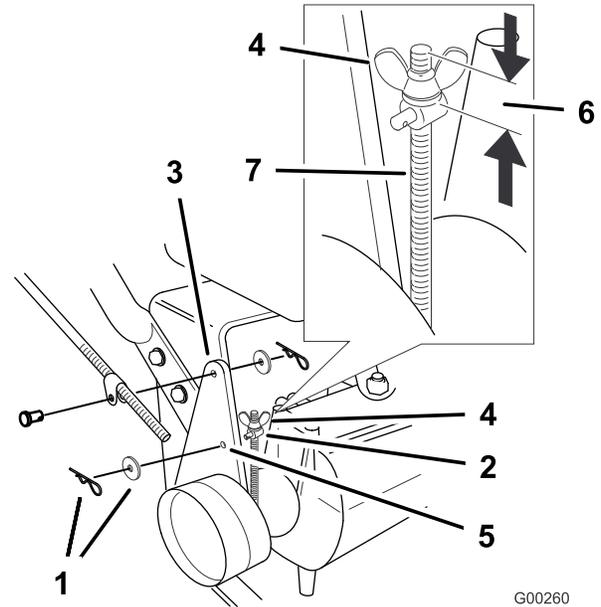

Figura 41
Nota: Per la messa a punto iniziale, regolate l'altezza del dado ad alette in modo tale che la distanza dalla sua base alla sommità dell'asta filettata sia di 32 mm (Figura 41).
6. Per regolare il freno, toglie la coppiglia e la rondella dalla leva del freno e dal barilotto (Figura 41).
9. Inserite il barilotto nel foro F (Figura 41). Serrate il dado ad alette.
10. Assicurate il barilotto alla leva del freno per mezzo della rondella e della coppiglia (Figura 41).